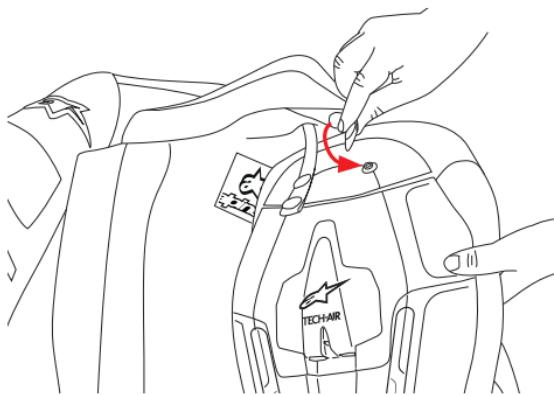

Figure 6
1. Accrocher le maillot airbag sur le crochet central arrière plus petit (1).
2. Fixer les deux connecteurs au protège-dos du maillot airbag (2). Dans le premier cas, monter la protection sur les deux pivots supérieurs (voir Fig 6).
- Installer le maillot airbag sur les deux pivots inférieurs (étape 2 de l'installation du maillot airbag - voir Figure 6)